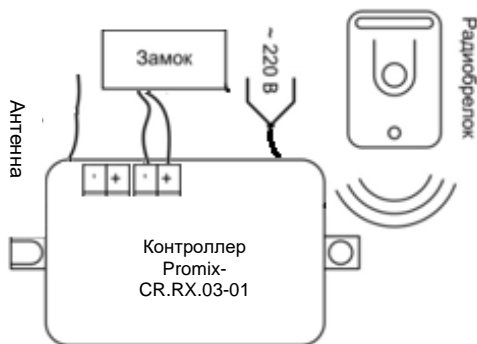

Рис. 9. Схема подключения контроллера
4. Проложить провод от замка по стенке холодильника к контроллеру и закрепить его самоклеящейся виниловой пленкой из комплекта поставки. Подключить провод замка к контроллеру согласно схеме (см. рис. 9).